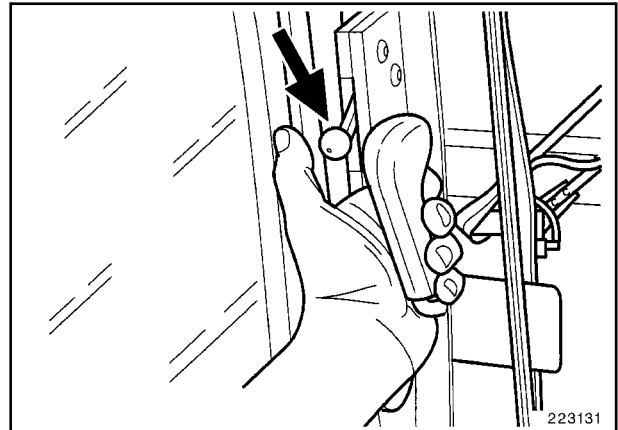

Fig. 11
- Agarrar los mangos a la derecha y a la izquierda y apretar los cerrojos hacia abajo (Fig. 11).